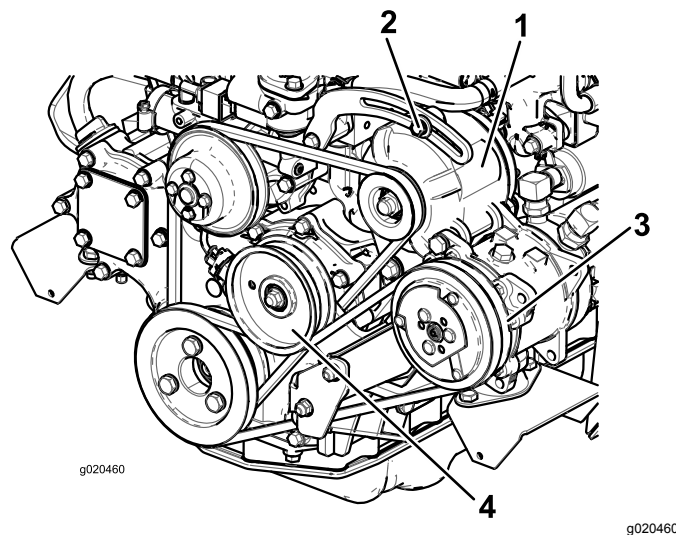

Figure 101
Si vous n'obtenez pas une flèche de 10 mm, desserrez les boulons de fixation de l'alternateur (Figure 101).
Vérifiez l'état et la tension de la courroie (Figure 101) toutes les 100 heures de fonctionnement.
- Si vous n'obtenez pas une flèche de 10 mm, desserrez le boulon de fixation de la poulie de tension (Figure 101). Augmentez ou diminuez la tension de la courroie du compresseur et resserrer le boulon. Contrôlez de nouveau la flèche de la courroie pour vérifier si la tension est correcte.